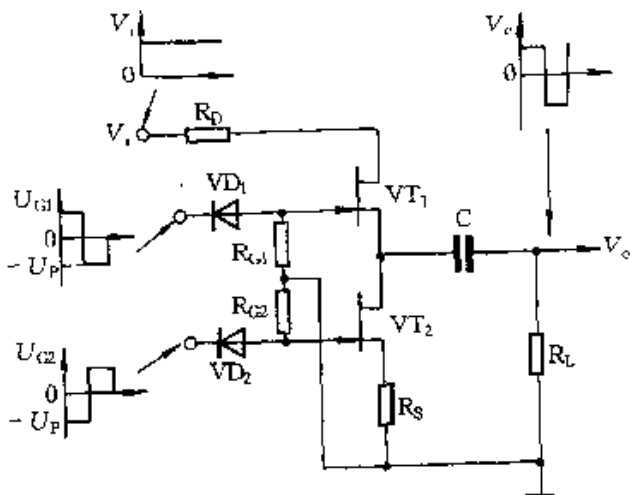

图 2-240
⑤ 场效应管还可以用作电子开关。图 2-240 所示为直流信号调制电路,场效应管 VT_1 、 VT_2 工作于开关状态,其栅极分别接入频率相同、相位相反的方波电压。当 VT_1 导通、 VT_2 截止时, V_i 向 C 充电;当 VT_1 截止、 VT_2 导通时, C 放电,其输出电压 V_o 便是与输入直流电压 V_i 相关的交变电压。